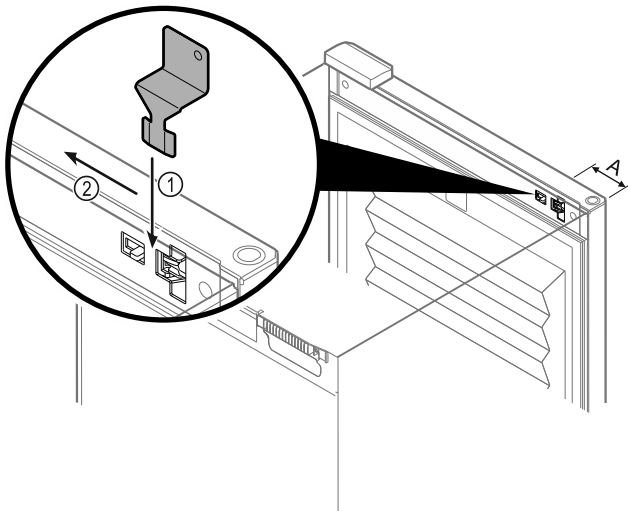

Fig. 150
- Ključ za odklepanje v sili postavite na predvideno mesto Fig. 150 (A) ≈ 100 mm.
- Ključ za odklepanje v sili Fig. 150 (1) vstavite med vrata in korpus naprave z zgornje strani do konca.
- Ključ za odklepanje v sili povlecite v smeri tečaja. Fig. 150 (2)